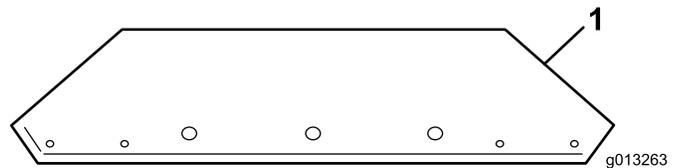
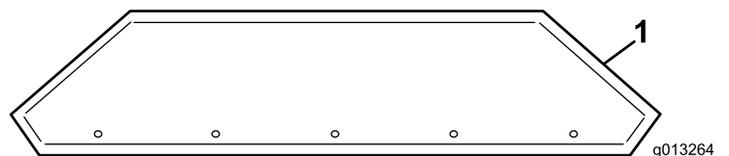

図 10
図 11
1. 出荷用の箱から前用プレートと後ろ用プレートを取り出す(図 10と図 11)。